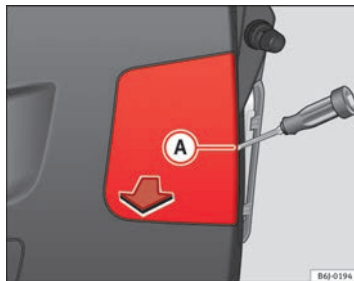

Fig. 181 Luci sul portellone
- Rimuovere la copertura con un cacciavite dalla punta piatta collocato nella scanalatura indicata **A** ⇒ fig. 181.